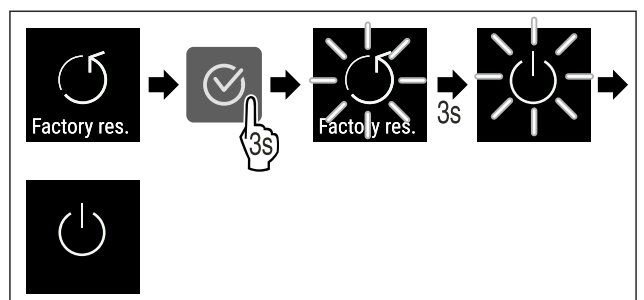

Fig. 112
- ▶ Efectuați pașii de acțiune (vezi Fig. 112).